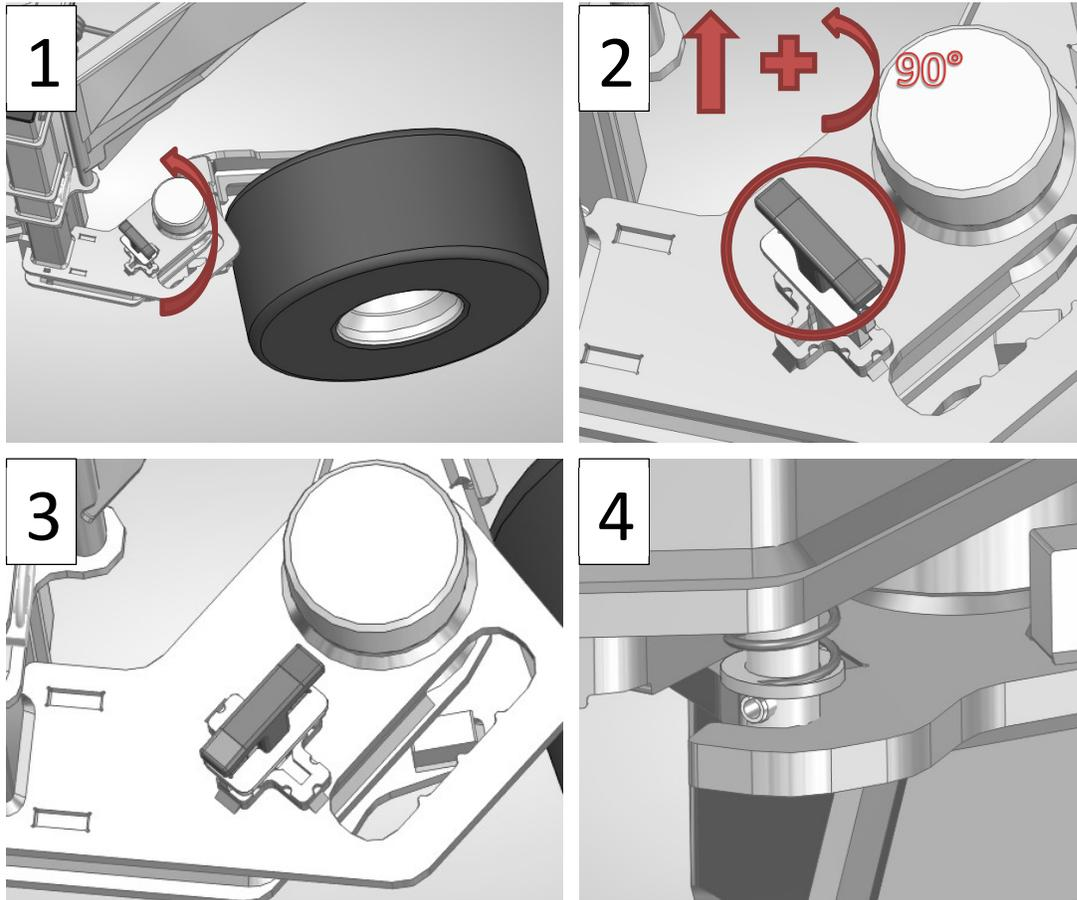

Abb. 12. Umstellen des Fahrwerks in die Transportstellung
4. Klappen Sie die Räder in das Innere der Maschine – wie in Abb.12 unter Punkt 1 gezeigt.
5. Heben Sie den Sicherungsbolzen an und drehen Sie ihn um 90 Grad – Punkt Nr. 2 in Abb. 12.
6. Der Bolzen sollte sich in der in Abb. 12 unter Punkt 3 dargestellten Position befinden.
7. Vergewissern Sie sich, dass der Bolzen in der richtigen Weise eingehakt ist, wie in Punkt 4 in Abb. 12 gezeigt.